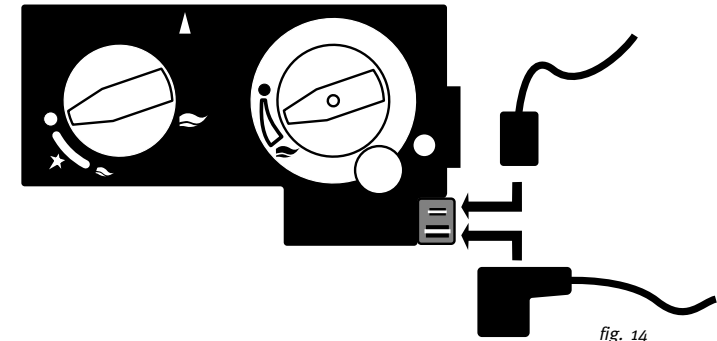

fig. 14
3. Sluit het ontvangstkastje aan op het regelblok (zie fig. 14) met behulp van de stekkertjes.